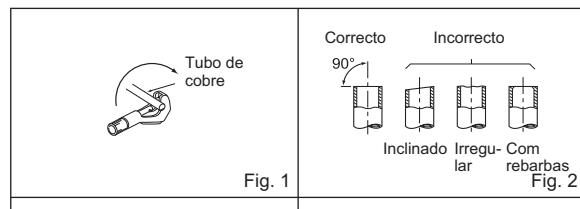

Fig. 1
- Corte o tubo de cobre correctamente com um cortador de tubos.(Fig. 1, 2)